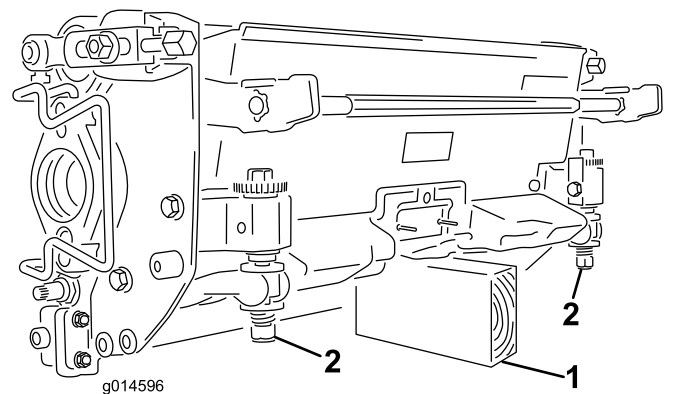

Figure 40
**Important:** Chaque fois que vous devez basculer le plateau de coupe, soutenez l'arrière du plateau pour empêcher les écrous situés sur les vis de réglage de la barre d'appui de reposer sur la surface de travail (**Figure 40**).